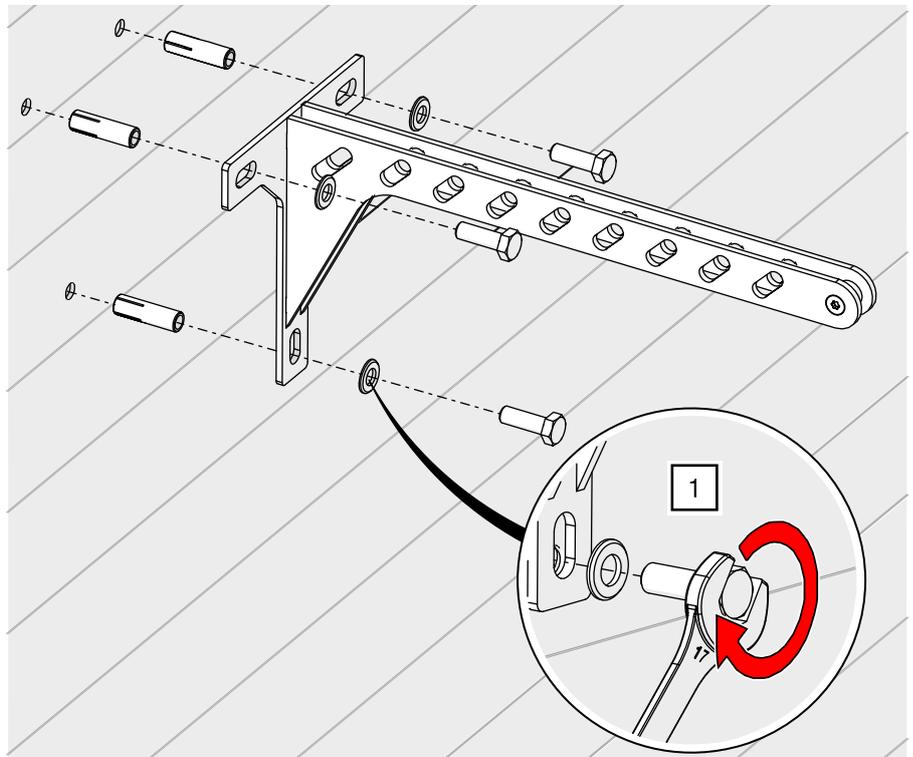

Abb. 67: Wandarm – An Wand montieren
1. Verschrauben Sie den Wandarm mit dem Untergrund entsprechendem Montagematerial an der Wand (Montage entsprechend Herstellerangaben; Beispiel Betonwand – siehe Abb. 67).